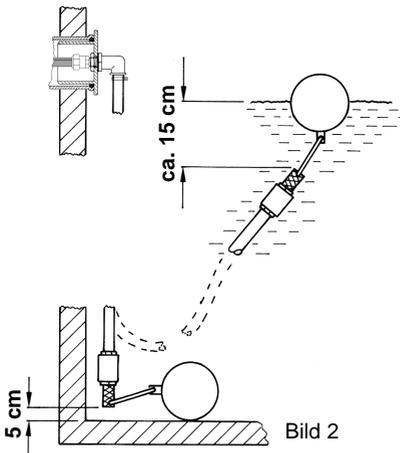

Bild 2
- Den Schlauch der Schwimmenden-Entnahme mittels der Schlauchschelle dicht und fest an der Schlauchtülle der 90° Tankdurchführung befestigen, siehe Bild 2.
- Bei dem Typ TWIST muß bei senkrecht ausgerichteter Schwimmenden Entnahme 5 cm Freiraum unter dem Seiler sein, siehe Bild 2.
- i** • Bei gefülltem Auffangbehälter muß sich die Schwimmende Entnahme frei bewegen können und darf gegen keinerlei Hindernisse stoßen. Nutzen Sie hierbei den Drall des Schlauches aus. Die Wasserentnahme erfolgt ca. 15 cm unterhalb der Wasseroberfläche. Dadurch wird nur sauberstes Wasser Ihrer Regenwassernutzungsanlage zugeführt, siehe Bild 2 und 3.